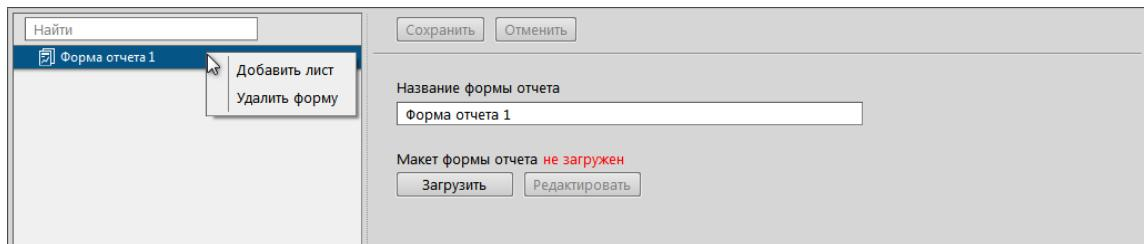

Рисунок 125 - Наполнение формы отчета
2. Нажмите **ПКМ** по созданной форме отчета и выберите **Добавить лист** (Рисунок 125). Появится «Лист N», где N – порядковый номер листа формы отчета.